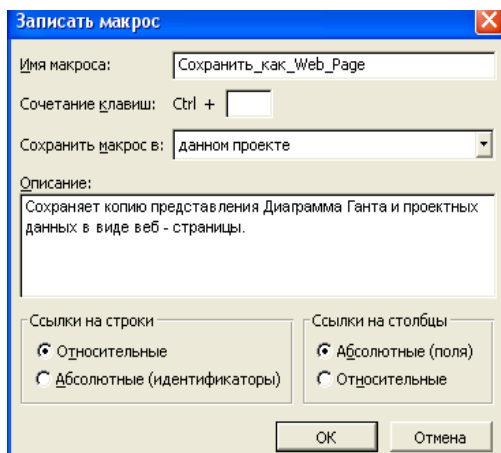

Рис. 171. Діалогове вікно *Записать макрос*
2.4. В області *Описание* ввести *Сохраняет копию представления Диаграмма Ганта и проектных данных в виде веб-страницы* (рис. 171).